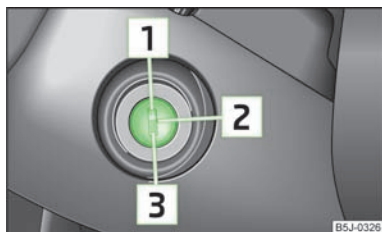

Fig. 76
- Pisar el pedal del embrague a fondo, conectar el encendido **2** » fig. 76 y arrancar **3** - no acelerar. Mantener el pedal de embrague pisado a fondo hasta que el motor arranque.
Parar el motor girando la llave de contacto a la posición **1** » fig. 76.